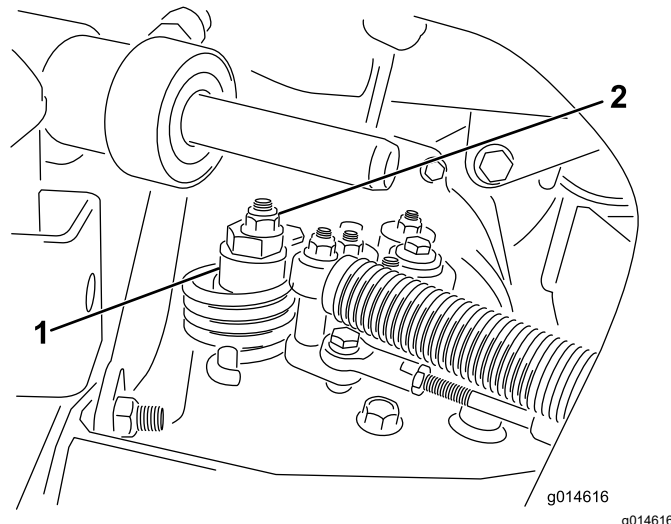

Figura 49
- A. Afloje la tuerca que sujeta el excéntrico a la parte superior del hidrostato (Figura 49).
- C. Gire el excéntrico hasta que no haya movimiento en ningún sentido. Cuando la rueda deje de girar, apriete la tuerca para bloquear el excéntrico y el ajuste (Figura 49). Compruebe el ajuste con el acelerador en las posiciones LENTO y RÁPIDO.